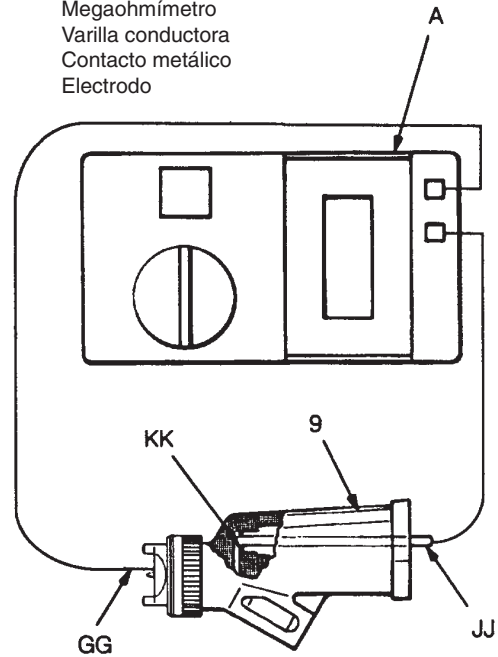

Fig. 9
Insertar una varilla conductora (JJ) en el tambor de la pistola (retirado para la prueba del dispositivo de alimentación de energía) y contra el contacto metálico (KK) en la parte anterior del tambor. Ver Fig. 9.